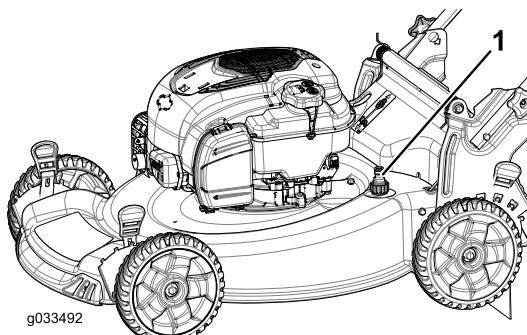

Figura 26
5. Ligue uma mangueira de jardim, ligada a uma torneira, à entrada para lavagem (Figura 26).